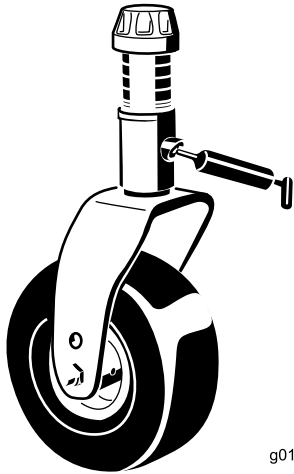

Bild 66
- Eine Laufradgabel-Wellenbüchse (Bild 66)